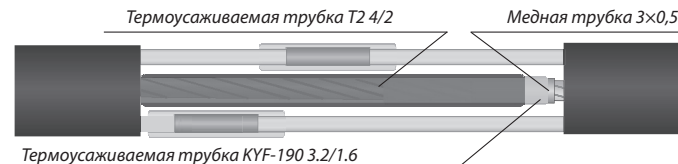

Рис. 4. Соединение заземляющих проводов
3.5. Соединение заземляющих проводов (см. рис. 4)